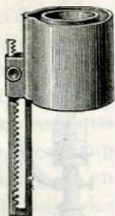

Fig. 63.
3. Quant à la mèche, pour la monter au fur et à mesure de la combustion, Argand se servait d'un petit support coudé *i* (fig. 63) dont l'extrémité intérieure était soudée au porte-mèche *ee*, tan-
dis que son extrémité extérieure simulait une poignée. Outre que ce mécanisme était peu commode à faire fonctionner, il avait l'inconvénient de gêner le placement de la cheminée. Philippe de Girard1 le remplaça, en 1803, par celui qu'on emploie aujourd'hui, et qui consiste en une crémaillère à pignon qu'on met en mouvement à l'aide d'un bouton extérieur au bec (fig. 63). Ce nouveau mécanisme fut complété, vers 1830, par Gagneau père, en ajoutant au porte-mèche les deux petites griffes à ressort, qui depuis ont toujours été employées pour maintenir la mèche.